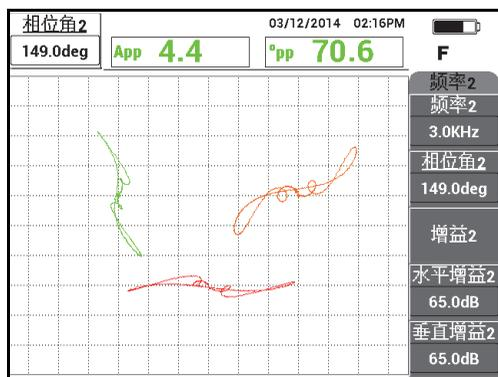

图 5-142 调节来自管板圆环的频率 2 信号的相位角
8. 按两下相位角键（），然后设置管板圆环频率 2 信号（红色）的相位角，以使信号接近水平方向（参见第 212 页的图 5-142）。